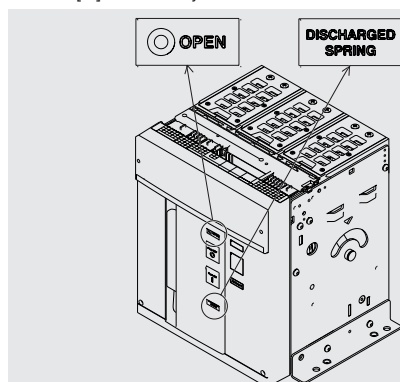

Figure 70
1. Contrôler que le disjoncteur soit ouvert (indicateur ouvert/fermé "O - OPEN"), et contrôler que les ressorts sont débandés (indicateur ressorts "blanc - DISCHARGED SPRING") comme indiqué dans la Figure 70.